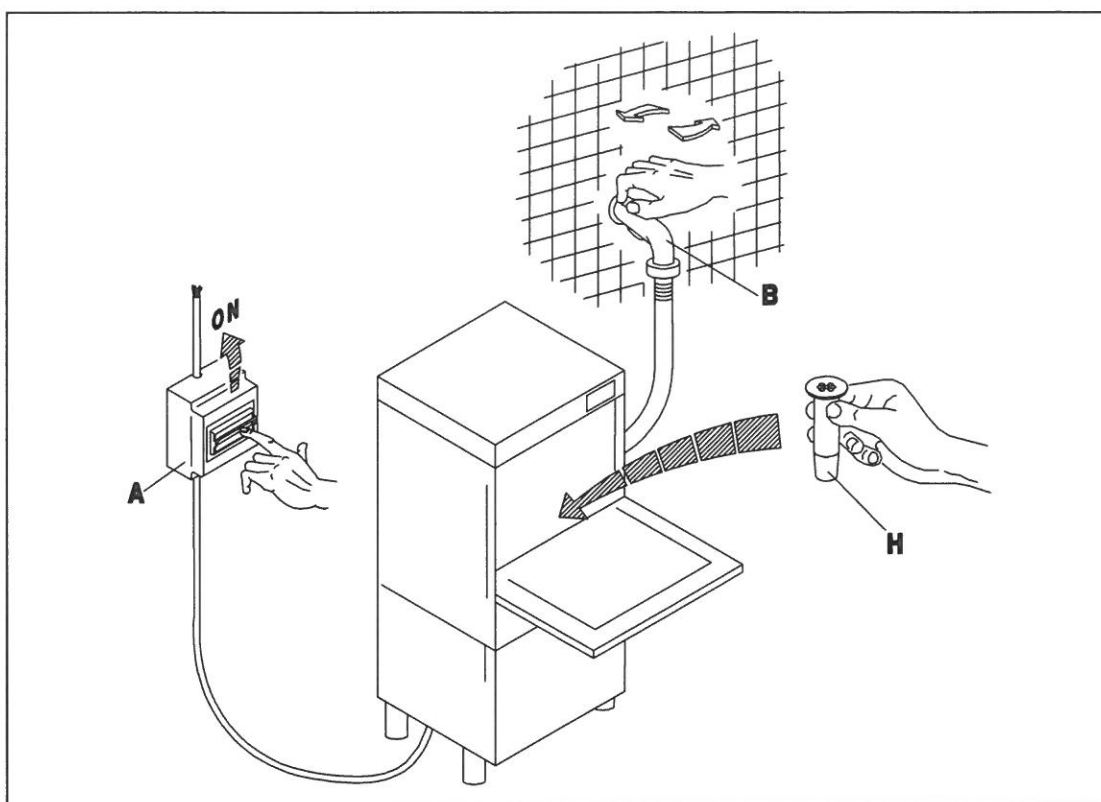

Рис. 3-1
- Откройте водопроводный кран (B) и включите главный выключатель (A). ВКЛЮЧИТЕ выключатель (1) машины, при этом загорится индикатор (A), показывающий, что машина включена. Когда дверца будет закрыта, машина начнет наполняться водой. Когда она наполнится водой, по очереди включатся нагревательные элементы бака и бойлера. После их включения загорятся предупреждающие индикаторы (D) и (E). Когда оба индикатора погаснут, это будет означать, что температура воды достигла заданного значения, и машина готова начать цикл мытья. (Рис. 3-1+3-2)
- Turn on the water tap (B) and switch on the master switch (A). Turn the appliance ON switch (1), which will cause the warning light (A) to illuminate, indicating that the machine is live. When the door is closed the appliance fills with water. When it is full, the tub and boiler heating elements come on automatically in alternation. When the elements are activated, the warning lights (D) and (E) are illuminated. When both warning lights go out the water has reached the set temperature and the appliance is ready to begin the washing cycle. (fig. 3-1+3-2)
- Öffnen Sie den Wasserhahn (B) und betätigen Sie den Hauptschalter (A). Beim Betätigen des Hauptschalters (1) am Geschirrspüler wird die Anzeige (A) aufleuchten, an der Sie erkennen können, daß die Maschine unter Spannung steht. Bei geschlossener Tür läuft Wasser in die Maschine; ist die nötige Wassermenge einmal erreicht, so schalten die Widerstände des Spülbehälter und des Boilers automatisch eines nach dem anderen, ein. Der Betrieb der Widerstände wird durch das Aufleuchten der Anzeigen (D) und (E) erkennbar. Beide Leuchtanzeigen erlöschen, wenn das Wasser eine vorbestimmte Temperatur erreicht hat, d. h. wenn die Maschine betriebsbereit ist. (Рис. 3-1+3-2)
- Ouvrir le robinet (B) et insérer l'interrupteur général (A). Ouvrir l'interrupteur principal de l'appareil (1), le voyant (A) s'allumera ce qui signifie que la machine est branchée. L'appareil se remplit d'eau avec porte fermée et à la fin du chargement les éléments chauffants de la cuve et du boiler entrent automatiquement en action en alternance. Les voyants (D) et (E) s'allument quand les éléments chauffants fonctionnent. Les deux voyants s'éteignent dès que l'eau a atteint la température programmée et l'appareil est prêt pour commencer le lavage. (Рис. 3-1+3-2)
- Abrir el grifo del agua (B), conectar el interruptor general (A). Activar el interruptor principal del aparato (1); el encendido de la luz testigo (A) indica que la máquina está en tensión. Con puerta cerrada el aparato se llena de agua y cuando la carga esté terminada se conectarán automáticamente las resistencias del tanque y de la caldera en la alternación. El funcionamiento de las resistencias es señalado por el encendido de las luces indicadoras (D) y (E). Cuando ambas luces se apaguen, el agua habrá alcanzado la temperatura programada y el aparato estará listo para empezar el lavado. (Рис. 3-1+3-2)